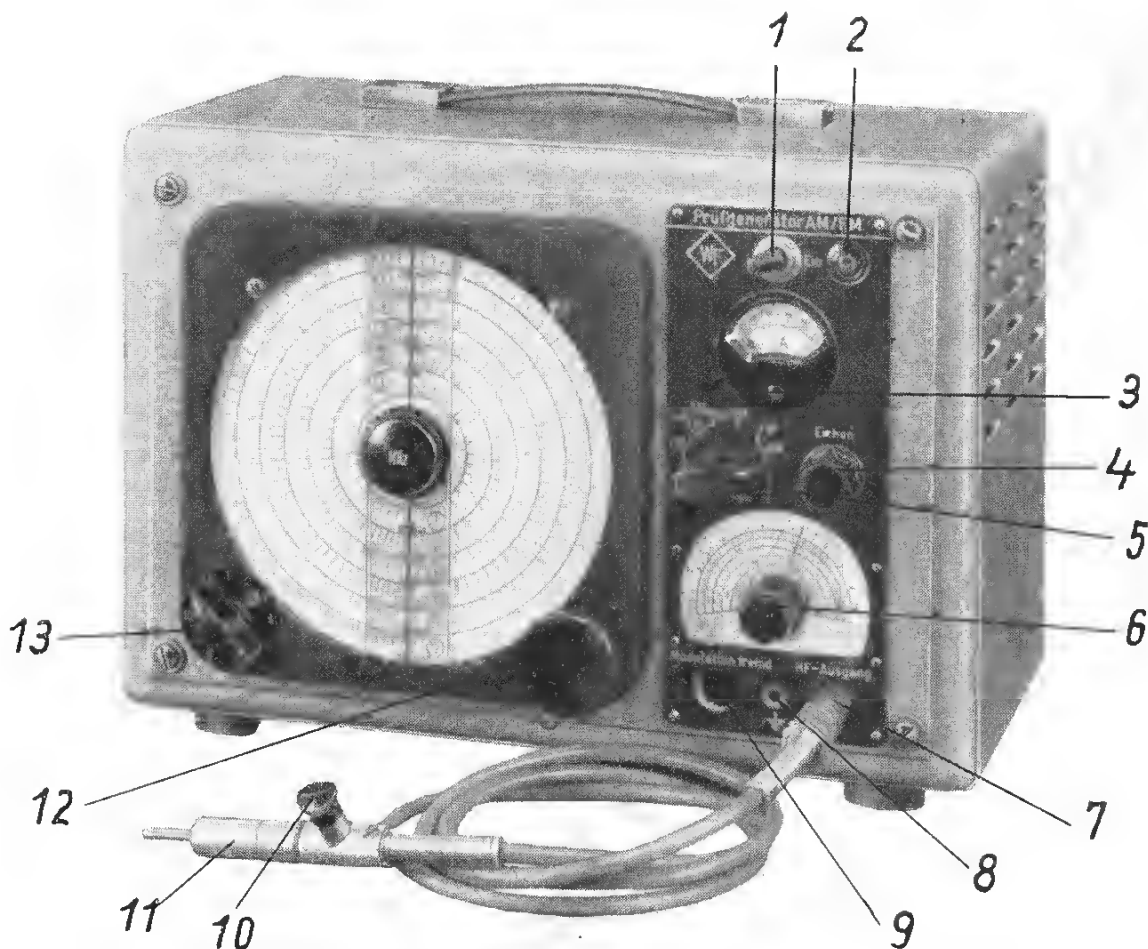

Bild 1 AM/FM-Prüfgenerator PG 1
1. **Vorbereiten** (hierzu siehe Bild 1)